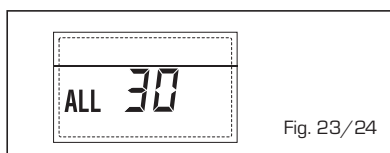

Fig. 23/24
- **ANOMALÍA SONDA IMPULSIÓN CASCADA "ALL 31"** (fig. 23/25)